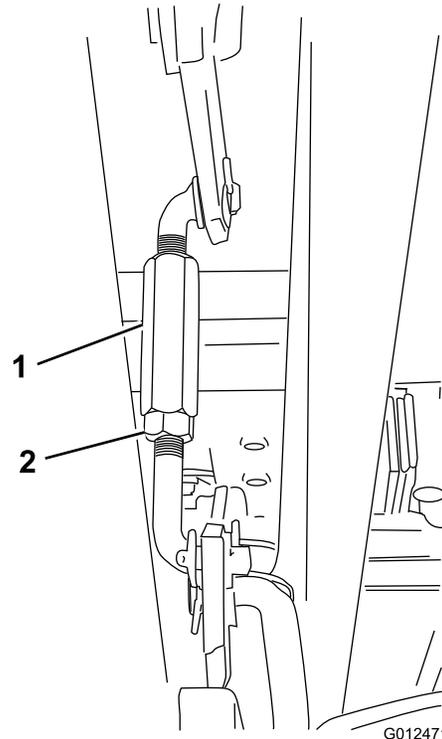

Figura 47
8. Afloje la contratuerca del extremo del tensor (en el lado derecho de la máquina; consulte Figura 47) y ajuste el tensor hasta que la distancia entre la punta delantera de la cuchilla de la izquierda y la superficie plana sea de 55 mm.